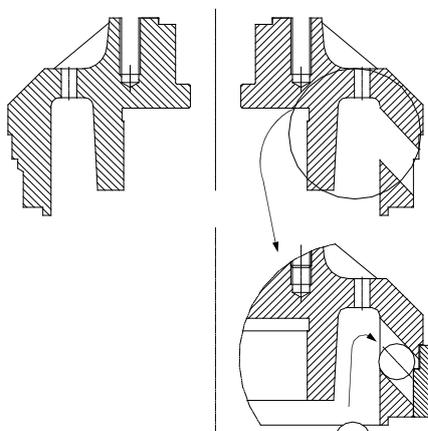

Fig. 23. Instalando el motor
8.8 Armado del soporte vertical HMSS (Anexo 3, Fig 23 y 24)